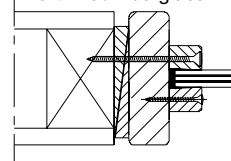

Fig 4.
2) Kontrollera diagonalmått när ena sidan är fastskruvad (Fig. 4).
2) Kontroller diagonalmåål når ene siden er fastskrudd (Fig. 4).